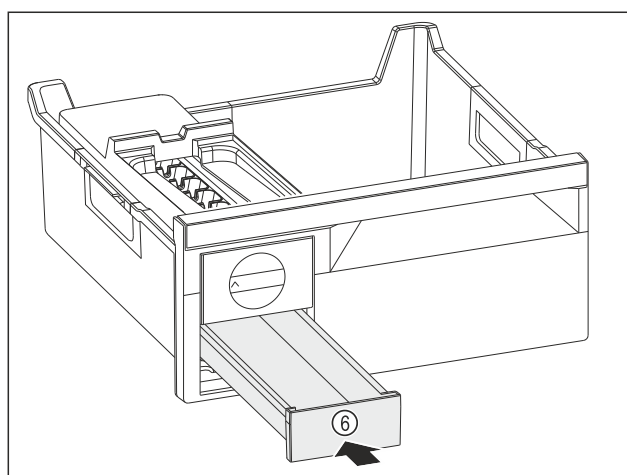

Fig. 177
- ▶ Zásuvku na kostky ledu Fig. 177 (6) zasuňte.